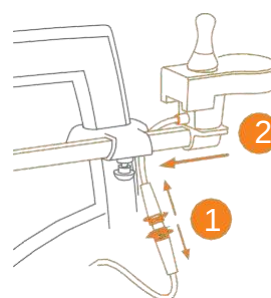

Figura 11: Desconectar el cable (1) y deslizar el joystick por el soporte (2).
a. Antes de fijar el controlador de joystick al marco, asegúrese de que el cable esté desconectado. Desconecte el cable aflojando las anillas metálicas (1). Deslice el joystick por el orificio del soporte (2). Asegúrese de que el cable pase entre el marco y el controlador, como se muestra en la **Figura 11** .